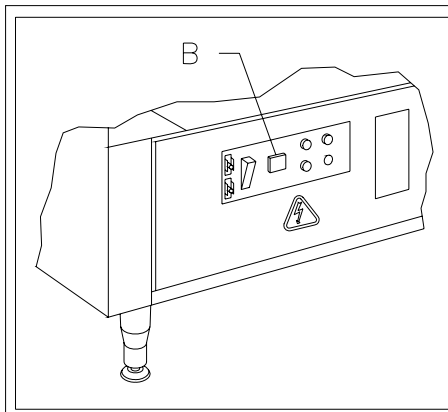

Abb. 6
- Die Säule bis zur gewünschten Position drehen, indem man den Nachfüllknopf drückt, der sich auf der elektrischen Tafel befindet (Punkt B Abb.6).